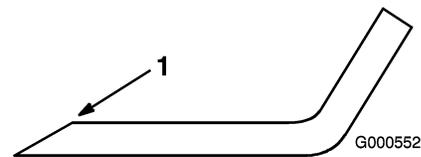
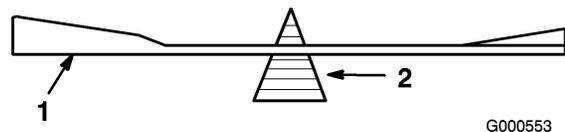

Figure 41
Figure 42
1. Au moyen d'une lime, aiguisez les tranchants aux deux extrémités de la lame (Figure 41) en veillant à conserver l'angle de coupe d'origine. Limez la même quantité de métal sur chacun des deux tranchants pour ne pas déséquilibrer la lame.
2. Vérifiez l'équilibre de la lame en la plaçant sur un équilibreur (Figure 42). Si la lame reste horizontale, elle est équilibrée et peut être utilisée. Si la lame est déséquilibrée, limez un peu l'extrémité de la partie incurvée seulement (Figure 41). Répétez la procédure jusqu'à ce que la lame soit équilibrée.